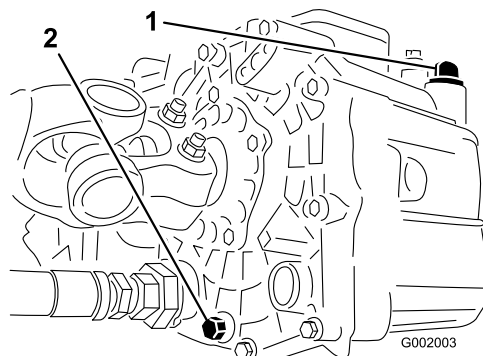

Figura 68
3. Togliete la valvola di spurgo situata sul fianco del serbatoio e lasciate defluire il fluido idraulico nella bacinella. (Figura 68).